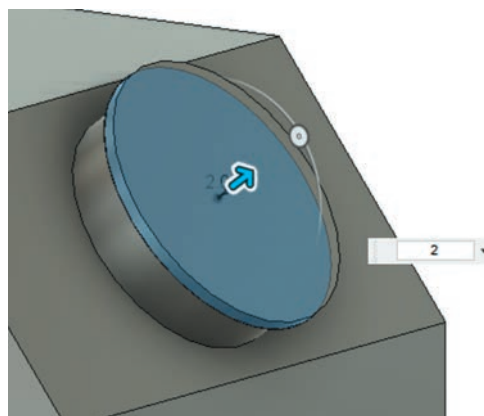

Рис. 40. «Вытягивание» ограничителя
2.12. С помощью инструмента **Extrude** из группы **Create** выделим всю большую окружность и «вытянем» её на 2 мм (рис. 40).